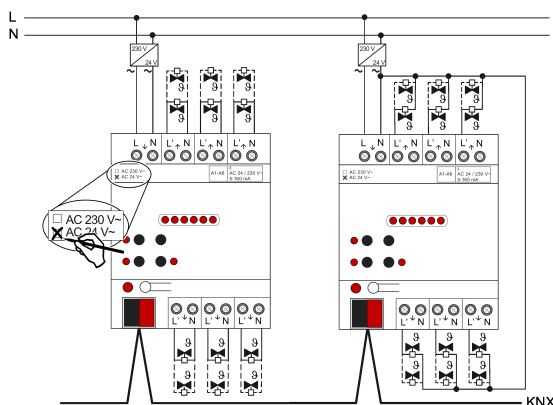

Bild 4: Anslutning för ställmotorer AC 24 V
- Anslut ställmotorer typ AC 24 V enligt anslutningsschemat (se bild 4). Det är möjligt att ansluta ställmotorerna antingen individuellt och direkt till anslutningsplintarna på värmeställdonets utgångar (anslutningsexempel till vänster) eller alternativt via en gemensam ledare (anslutningsexempel till höger).